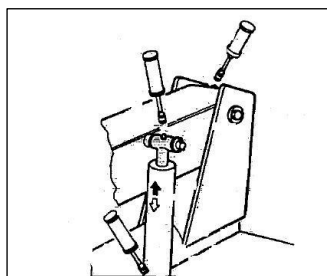

Fig. 8.1
- 2) Smörj spindelfästets lyftcylinder då och då, samt dess svivel. Tillsätt smörjfett genom smörjniplarna (se fig. 8.1) med vanligt smörjfett.